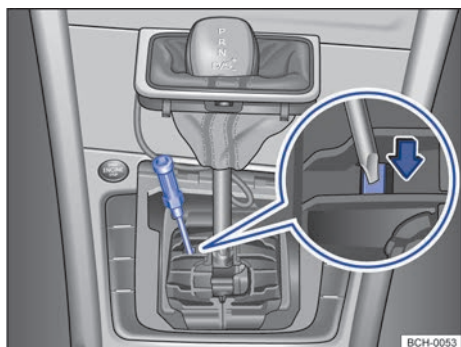

Fig. 92 Desinstalar a cobertura da alavanca seletora e destravar o bloqueio da alavanca seletora emergencialmente.
- Com o auxílio de uma chave de fenda pressionar cuidadosamente a alavanca de destravamento no sentido da seta e manter nessa posição → Fig. 92.